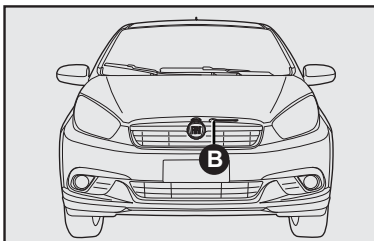

fig. 93
- 2) mover a trava localizada sob o capô para cima **B**-fig. 93;